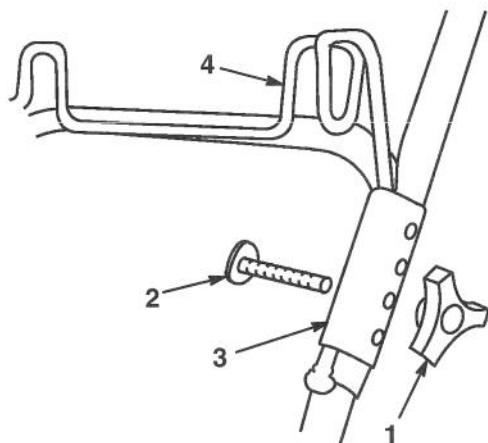

Figure 42
10. Retirer le bouton et le boulon fixant les parties supérieure et inférieure du côté gauche du guidon (Fig. 42).